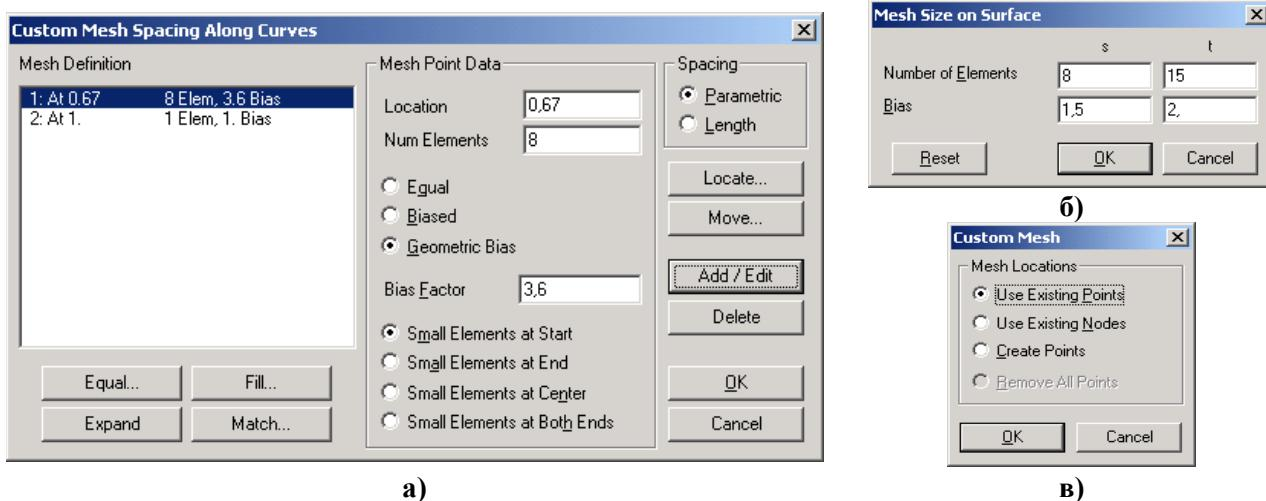

Рис.3.8. Діалогові панелі розмітки СЕ: а) – на кривих; б) – на поверхнях;
• групами на кривій (Custom Size Along Curve...): обирається лінія, після чого з'являється відповідна діалогова панель (див. рис.3.8-а) для часткової розмітки кривої. Панель має вже знайомі елементи у секціях „Mesh Point Data” та „Spacing”, а також значну кількість нових. У вікні „Mesh Definition” поміщується список груп, заголовки яких створюються автоматично та вміщують інформацію про значення локальної координати початку групи розмітки (At), кількість СЕ (Elem) та коефіцієнту збільшення кроку (Bias). Завжди є „фінальна” група, яка „замикає” розмітку та яку не можна видалити. Локальна координата може мати значення від 0 до 1. Її можна вводити з клавіатури або візуально за допомогою кнопки „Locate...”. Коли значення для групи обрані, необхідно натиснути на кнопку „Add/Edit”. Кнопка „Move...” дозволяє візуально редагувати локальну координату раніше введеної групи. Кнопки під вікном „Mesh Definition” дозволяють проводити зміни призначень для всієї обраної кривої, причому на основі введених груп. Це команди:
• ділення параметричним чином на ребрах поверхні (з трьома або чотирма ребрами) „твердого” тіла (Mapped Divisions on Surface...): обирається поверхня, на діалоговій панелі „Mesh Size on Surface” (див. рис.3.8-б) вказується кількість СЕ за напрямками двох параметрів s (напрямок вказано стрілкою) та t , а також значення коефіцієнтів збільшення кроку від
- з урахуванням точок на поверхні (**Mesh Point on Surface...**): обирається поверхня „твірдого” тіла, на якій у всіх точках (з границями включно) будуть обов’язково створені вузли СЕС. Потім з’являється додаткова діалогова панель „**Custom Mesh**” (див. рис.3.8-в). На ній необхідно обрати один з варіантів: „**Use Existing Points**” (використати точки, що існують), „**Use Existing Nodes**” (використати вузли, що існують), „**Create Points**” (створити точки) або „**Remove All Points**” (видалити всі точки).